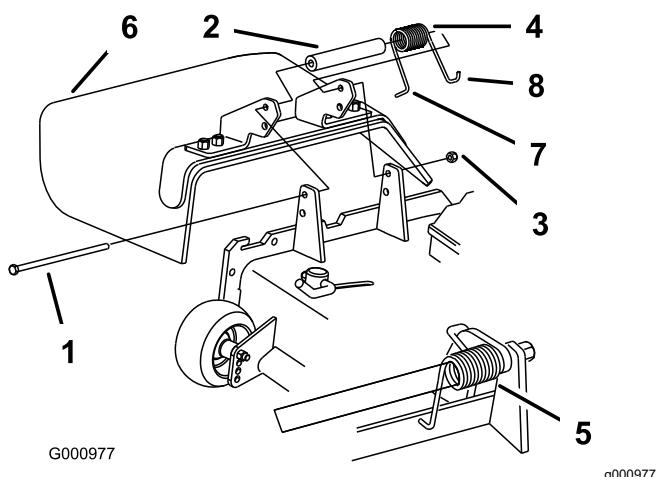

図 28
2. デフレクタをピボットブラケットに固定しているロックナット、ボルト、スプリング、スペーサを外す(図 28)。デフレクタを取り外す。
**注** 必ずスプリングのL字形端部をカッティングユニット後部のエッジに引っ掛け、それから図 28 のようにボルトを取り付けてください。
4. ボルトとナットを取り付ける。スプリングの右側のJ字形フックを、デフレクタに引っ掛ける図 28。